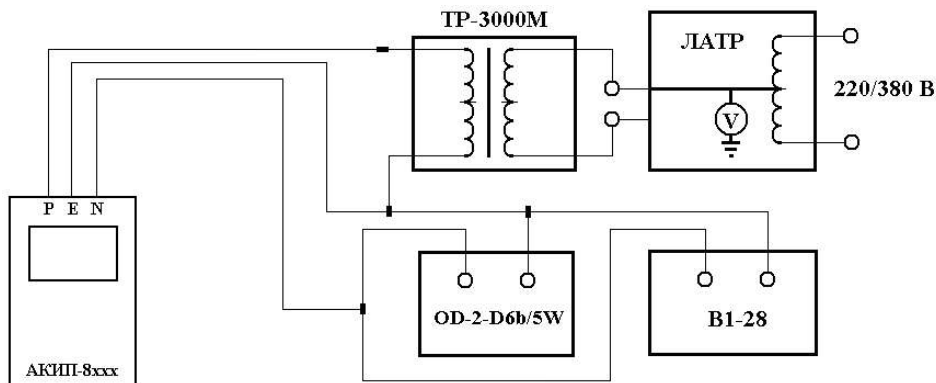

Рисунок 7 – Схема соединения приборов при определении диапазона и основной абсолютной погрешности измерения напряжения прикосновения
- собрать схему согласно рис. 7;